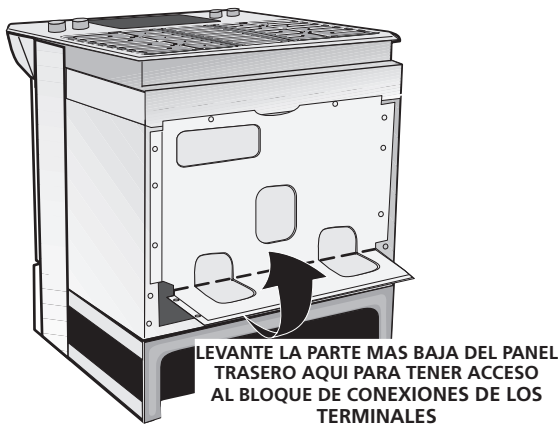

Figura 3
1. Retire los 3 tornillos de la parte baja de la cubierta del cable trasero, luego levante la cubierta hacia arriba para tener acceso (cubierta de acceso) al bloque de conexión del borne terminal (vea figura 3).